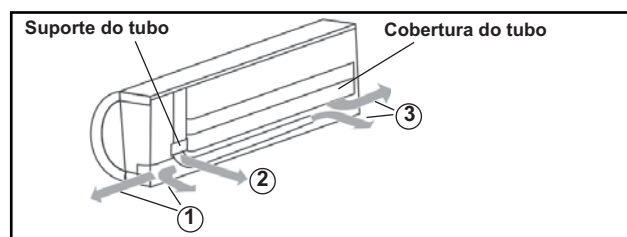

FIGURA 16 - TUBULAÇÕES
- * A tubulação pode ser conectada numa das direções indicadas por 1, 2, e 3 na figura 16.